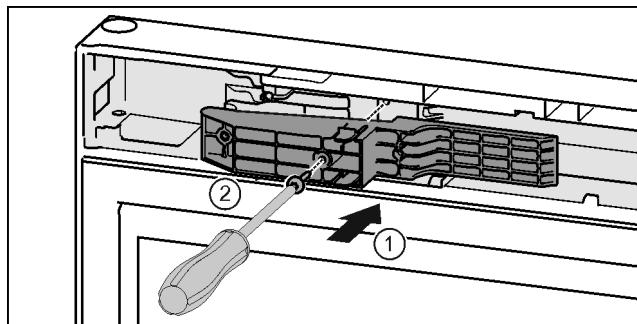

Fig. 48 *
- ▶ Introduceți adaptorul în canelura de pe partea mânerului. Fig. 48 (1)*
- ▶ Înșurubați ferm șuruburile cu șurubelnită T15. Fig. 48 (2)*